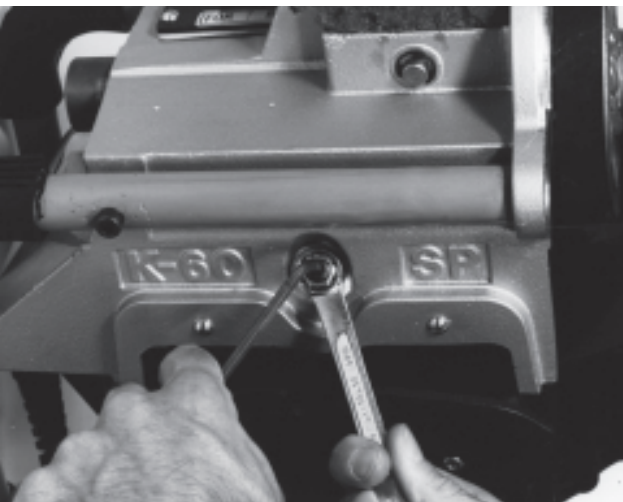

Figure 14 – Serrez l'écrou de blocage
7. Immobilisez la vis de calage avec la clé Allen de 3/16 po, puis serrez l'écrou de blocage (Figure 14).